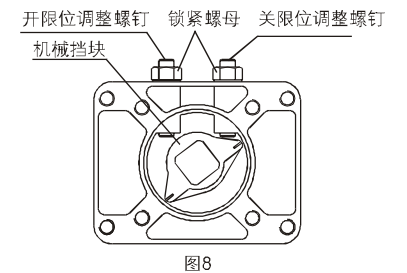

图8
4、机械限位挡块的调整 (图8、9)
- ①用手柄驱动阀门至全关位置并使全关位置限位开关 (K1) 动作 (限位开关动作时会发出“咔嚓”声)。
- ②松开右侧的锁紧螺母, 用内六角扳手顺时针方向旋转关限位调整螺钉并使调整螺钉与机械限位挡块刚好相抵, 然后逆时针方向将调整螺钉往回旋半圈, 使全关位置处机械限位滞后电气限位约2.5°的角距离, 锁紧锁紧螺母。
- ③用同样的方法进行左侧全开位机械限位的调整。